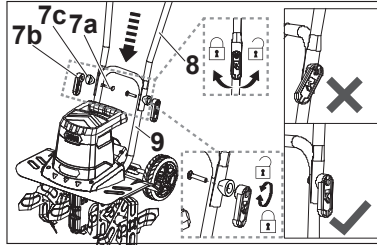

Fig. 1
2. Alinee los orificios del manillar central (8) con los orificios del manillar inferior (9) y asegure la conexión con los pernos (7a) y las palancas (7b) y arandelas (7c) (Fig. 1).